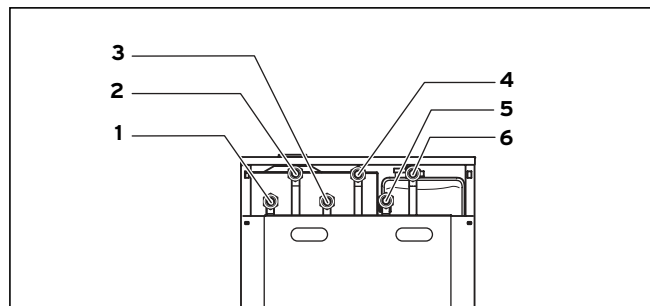

Рис. 5.1 Положение подключений
- Подсоедините подающую линию отопления к патрубку подающей линии отопления (**5**), см. рис. 5.1.
- Подсоедините отводящую линию отопления к патрубку отводящей линии отопления (**6**), см. рис. 5.1.
- Подсоедините патрубок горячей воды (ГВ) (**4**), см. рис. 5.1.
- Подсоедините патрубок холодной воды (ХВ) (**3**) с соответствующими предохранительными устройствами, см. рис. 5.1.
При необходимости к патрубку (**1**) можно подсоединить циркуляционный трубопровод, см. рис. 5.1.